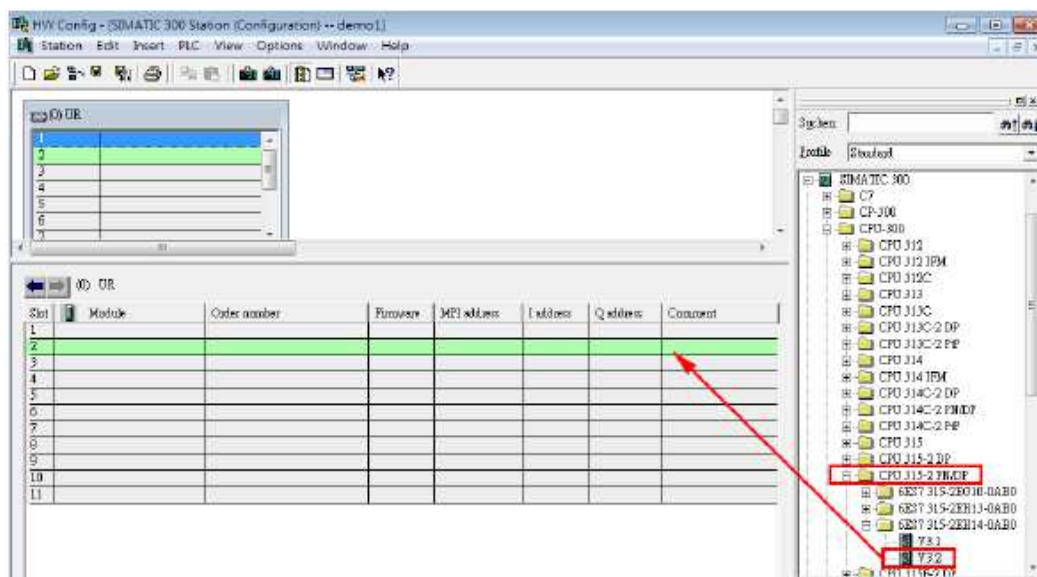

Рис.7
1.1.3 Добавьте в проект актуальный модуль CPU. Например, CPU 315-2 PN/DP. Выберите нужную модель из списка и перетащите его значок на рабочий стол как показано на Рис.7: